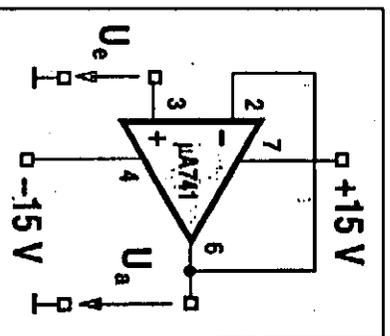

Bild 61: Durch diese „knallharte“ Rückkopplung verbessert man einige Mängel des normalen OpAmps.
■ Weitergehend ausmerzen läßt es sich in der Schaltung des Impedanzwandlers oder Spannungsfolgers (*Voltage Follower*); dabei wird der Ausgang direkt auf den Minus-Eingang rückgekoppelt, so daß dieses Gebilde die Verstärkung  $v = 1$  hat (Bild 61). Eines der Vorteile dieser scheinbar sinnlosen Maßnahme: Man schafft die volle Verstärkung aus (vgl. Verstärkungs/ Bandbreiten-Produkt im Teil 8).